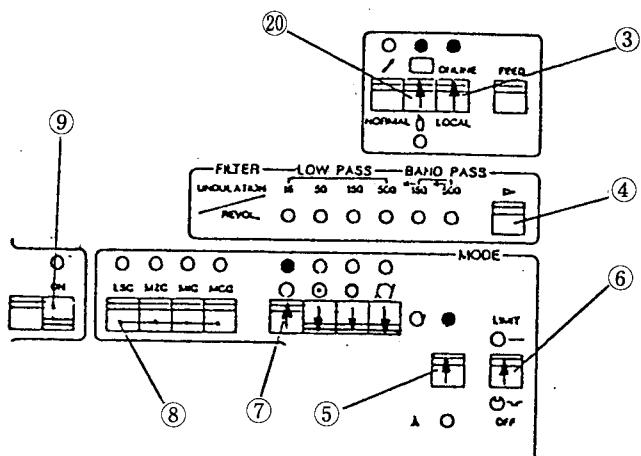

図5-15
② 測定条件設定
- (1) ③、⑤、⑥、⑦、⑨のスイッチを図5-15の様に設定する。
- (2) 真円度判定モード指定スイッチ⑧より偏心補正方法の選定をする。
- (3) FILTER切替えスイッチ④により使用したいフィルタ値を選定する。
- (4) 結果を自動的に出力させたい場合は、自動一手動切替スイッチ⑩を自動側 ($\uparrow\downarrow$) に設定する。